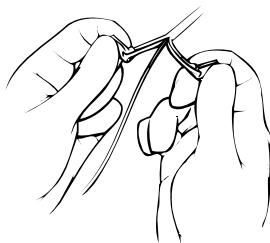

Рис. 7. Удаление оболочки
10. Когда электрод достигнул правого предсердия удалите оболочку с электрода, используя концы оболочки в качестве рукояток и потянув их на себя так, что оболочка разделяется в продольном направлении и разрывается на дистальном конце (см. рис. 7).